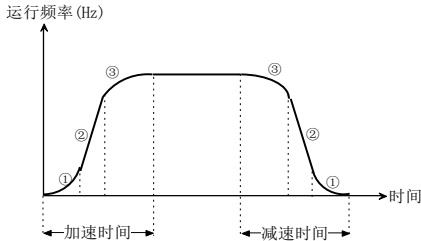

图 5-1-6 S 曲线加减速
S曲线起始段时间如图 5-1-6 中①所示，这里输出频率变化的斜率从 0 逐渐递增。
S曲线上扬段时间如图 5-1-6 中②所示，这里输出频率变化的斜率恒定。
S曲线结束段时间如图 5-1-6 中③所示，这里输出频率变化的斜率逐渐递减到 0。